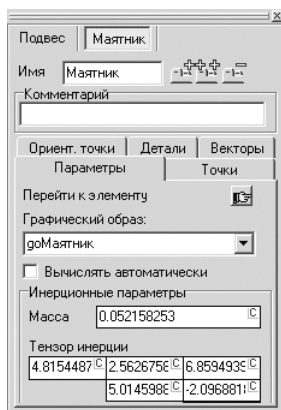

Рис. 1.19. Окно **Инспектор** с данными для выделенного тела **Маятник** в окне **Список элементов** в режиме корректировки объекта
- щелкните в раскрывшемся списке тел по телу **Маятник**. Оно выделится, и одновременно в окне **Инспектор** появится вся информация, относящаяся к выделенному элементу, см. рис. 1.19;